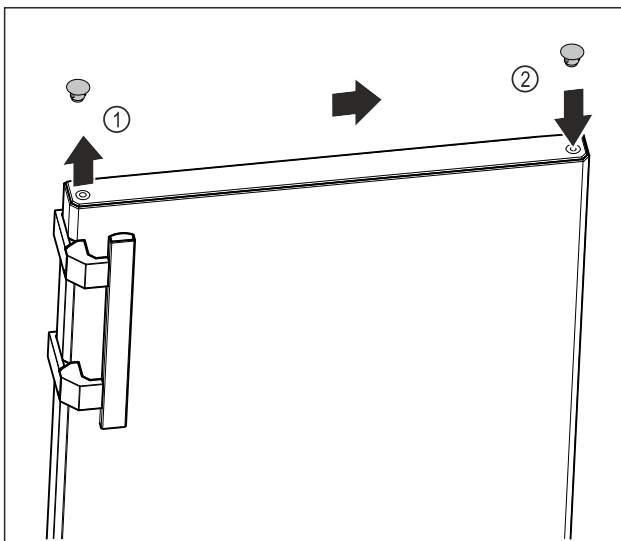

Fig. 14
- Осторожно поднимите заглушку в верхней части двери Fig. 14 (1) при помощи шлицевой отвертки.
- Установите заглушку на противоположной стороне. Fig. 14 (2)